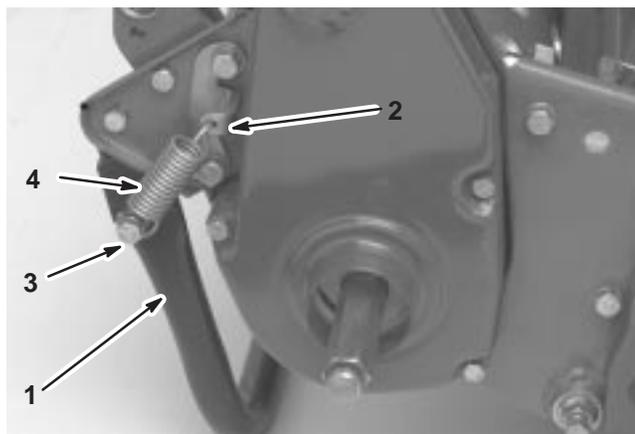

Bild 3
- Haken Sie die Feder in das Loch am Federbügel und an der Federbefestigung ein. Richten Sie gleichzeitig den Ständer mit den Befestigungslöchern am Rahmen hinten aus (Bild 3).
- Montieren Sie den Ständer an jeder Seite des Rahmens mit einer Sechskantschraube, einer Sicherungsscheibe, einer Distanzscheibe und Sicherungsmutter (Bild 3). Legen Sie die Distanzstücke in das Befestigungsloch des Ständers ein.